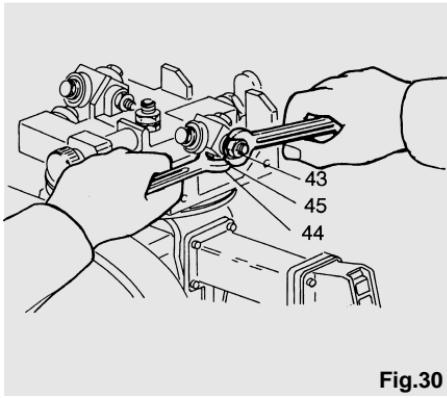

Fig.30
De speling van de wagen in de geleiders wordt tijdens de test in de fabriek geëlimineerd. Als tijdens het transport of door gebruik speling ontstaat, moet men deze op de volgende manier verhelpen (zie fig. 30): draai de moer (43) los met de bijgeleverde sleutel en stel de schroef (44) af nadat men de borgmoer (45) heeft losgedraaid.